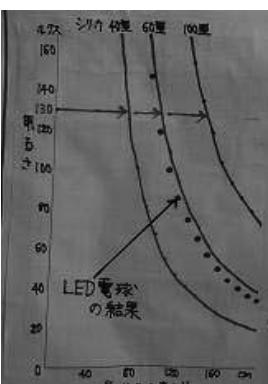

図6 光からきよりによる明るさの比較
- ・130ルクスの明るさは、シリカ電球の型番が大きくなるにつれ遠くまで届く（図6）。